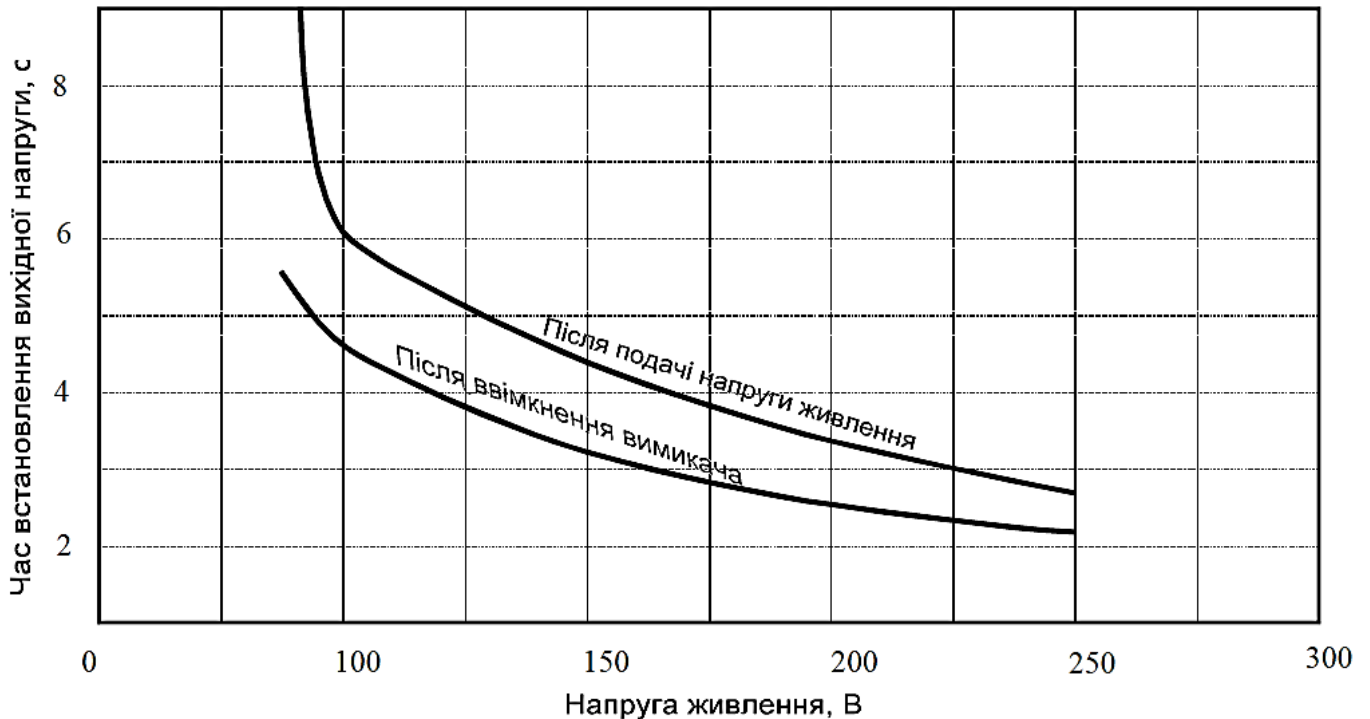

Рисунок 1 - Залежність максимального часу встановлення вихідної напруги від напруги живлення
1.2.9 Час встановлення вихідної напруги від моменту подачі напруги живлення (при дотриманні навантажувальної здатності Блоку (рисунок 1)): а) при живленні від мережі 220 В, с, не більше б) при живленні від допоміжного джерела, с, не більше	4 50
1.2.10 Періодичність ввімкнення вакуумного вимикача ВВ/TEL-10-Х/Х, при сумісній роботі Блоку з блоком керування ВU/TEL-220-XX (ВU-220-01) (рисунок 1), не менше, с	2,5